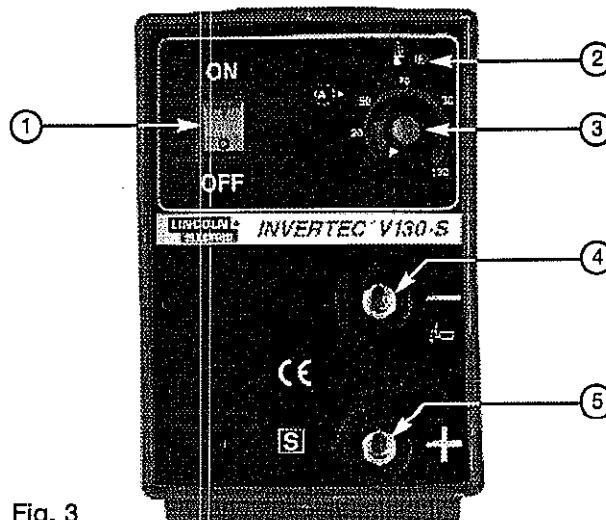

Fig. 3
1. Sett bryter pos.1 på OFF(strømmen AV)
2. Monter TIG-forstykket på elektrodeholderen og koble strømkablen til – pol; se fig. 2 og fig 3. pos. 4.
3. Koble godskablen til + pol; fig 3. pos. 5.
Termostaten vil koble sveisestrømmen ut og tenne lampen pos. 2 fig. 3 og 4 i tilfelle overtemperatur p.g.a. hindret luftstrøm eller overskridelse av standard intermittens. Termostaten kobler automatisk inn igjen når temperaturen er senket til normalt nivå. Slå derfor ikke av maskinen, for da stopper viften og nedkjølingen tar lengere tid.